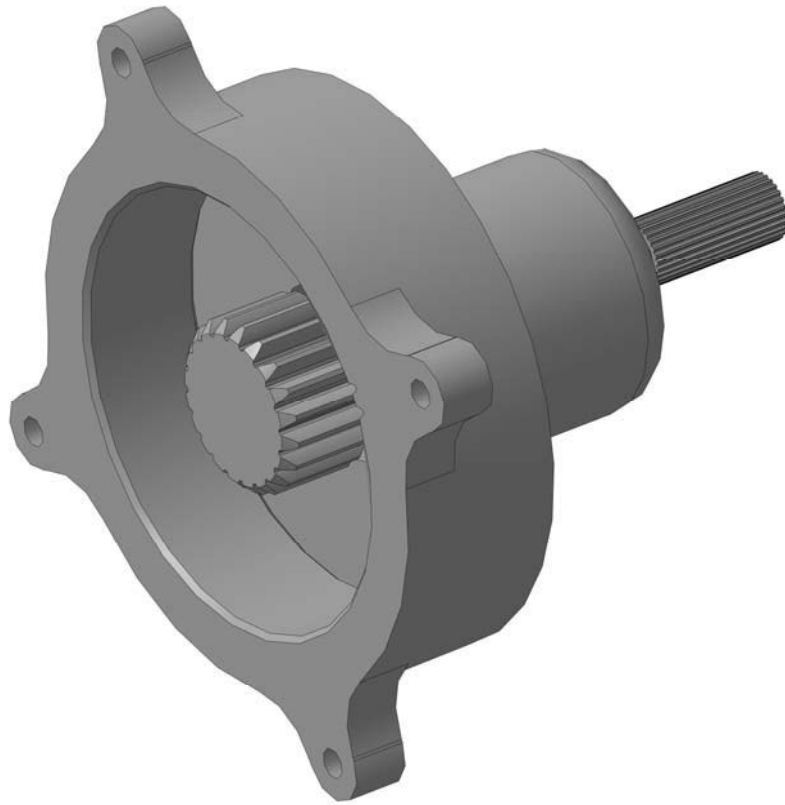

Рисунок 30 – Сборка корпуса редуктора и вал-шестерни
- 2 Добавить корпус редуктора в сборку (рисунок 30).